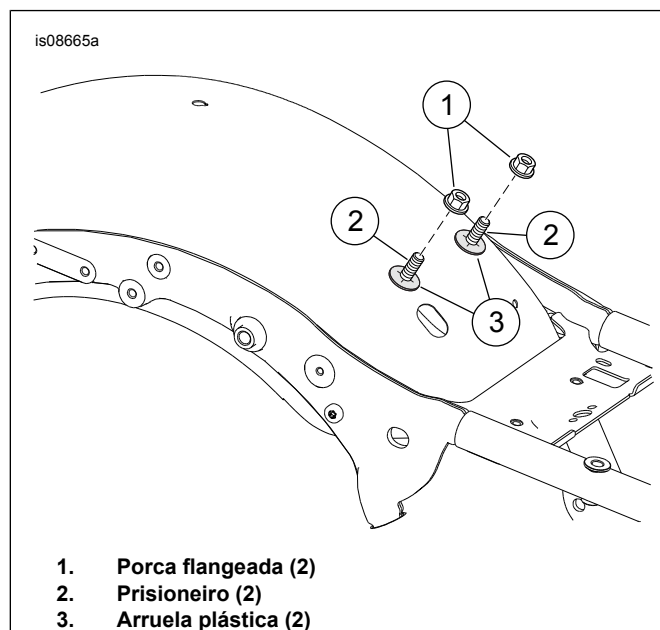

Figura 2. Ferragens de fixação
3. Veja Figura 2 . Remova as porcas (1). Deixe as arruelas (3) e os parafusos prisioneiros (2) no lugar.
5. Figura 2 Coloque a base de montagem sobre os parafusos prisioneiros (2) e as arruelas plásticas (3).